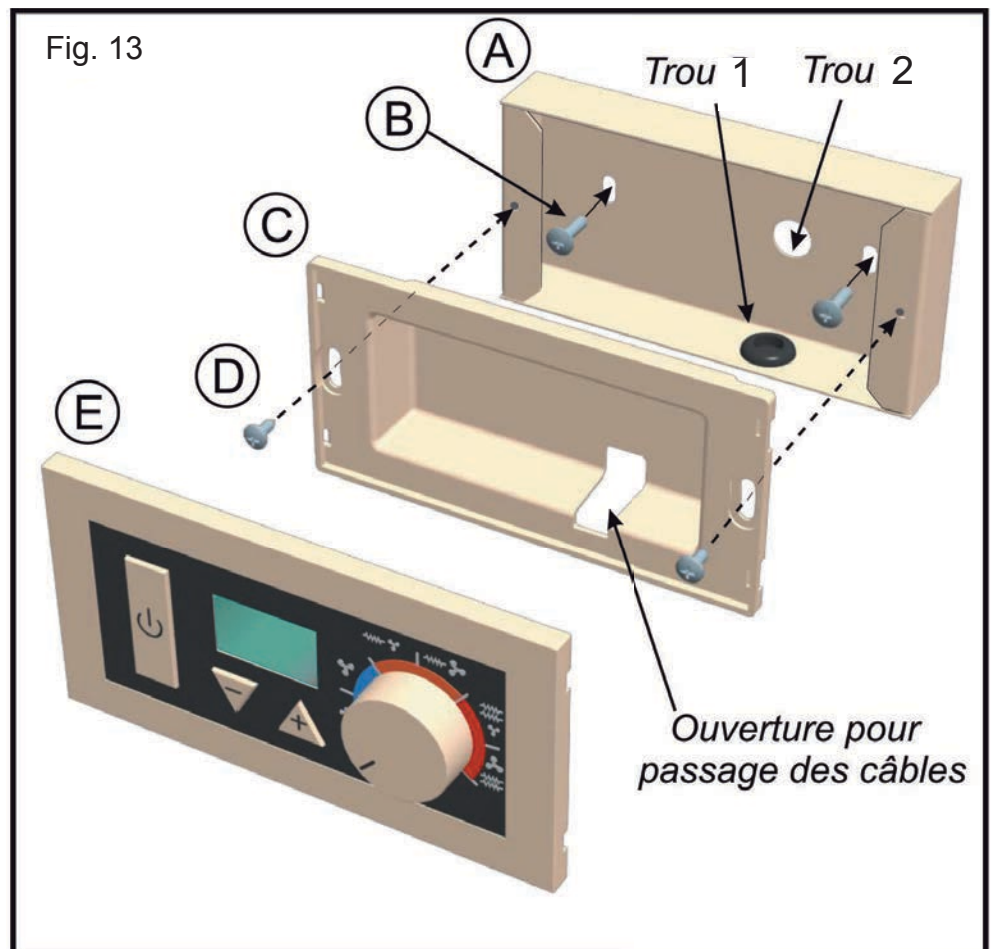

Fig. 13
- Faire passer les fils d'alimentation par l'ouverture prévue à cet effet sur le fond du boîtier (Fig.13), puis visser le fond avec les 2 vis (D) sur le boîtier d'encastement.
3- Réaliser la connexion entre la carte électronique de l'appareil et la carte électronique du boîtier de commande en faisant passer les fils\* par l'ouverture prévue à cet effet sur le fond du boîtier (voir Fig.13)